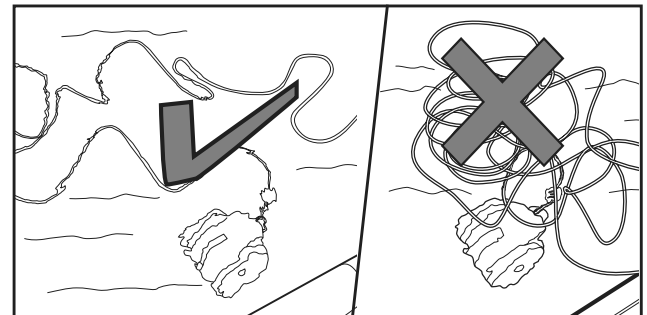

Figura 5. Distribuya el cable flotante sobre la piscina
2. Distribuya el cable flotante sobre la piscina, asegurándose de que no haya torceduras o dobleces en el cable. Consulte la Figura 5.